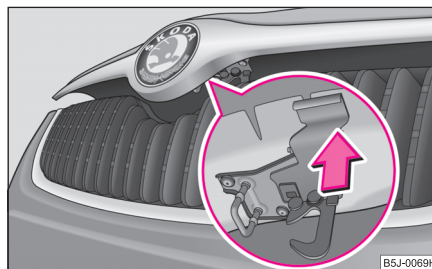

Abb. 145 Kühlergrill: Sicherung
- Drücken Sie die Sicherung ⇒ Abb. 145, die Motorraumklappe entriegelt sich. ▶